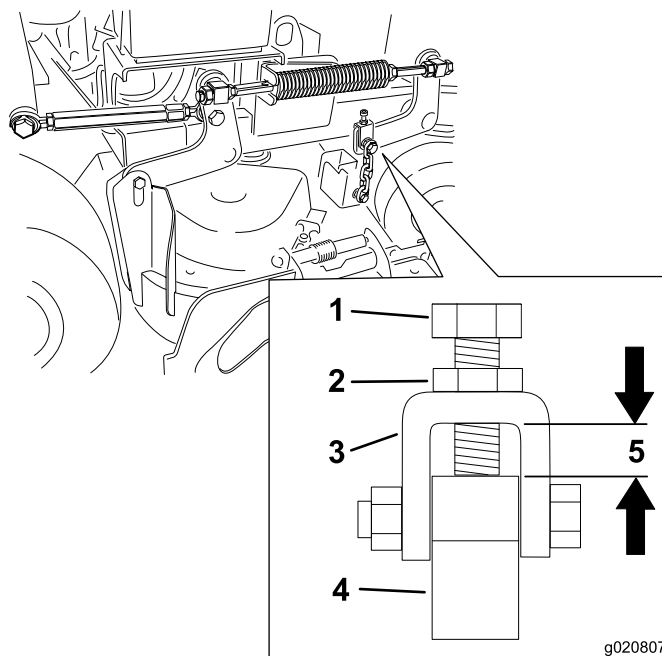

図 83
注 この適正距離は図 83 に示すように 11mm であることが必要。
12. 図 83 に示す正しい距離になるように、ジャムナットをゆるめて調整ボルトで調整を行う。